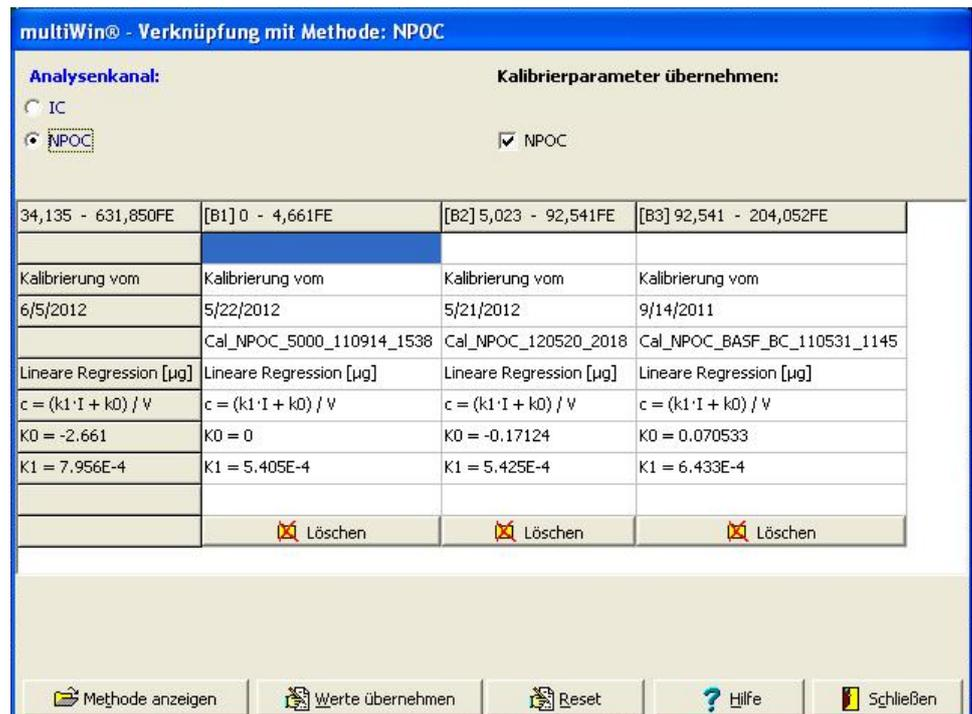

Abb. 27 Fenster VERKNÜPFUNG MIT METHODE mit drei Bereichen
- Eine lückenlose Verknüpfung bedeutet, dass das obere Flächenende des einen Kalibrierbereiches dem unteren Flächenende des nächsten Kalibrierbereiches entspricht (siehe Abb. 27 Tabelle, erste Zeile)